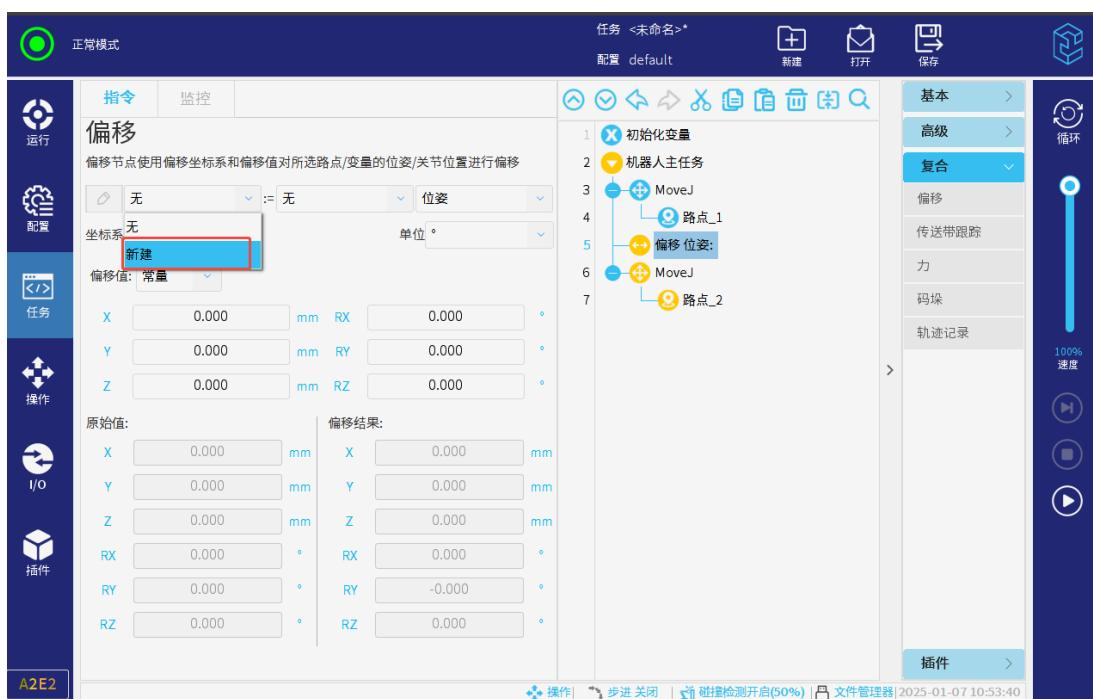

图 3-112: 新建任务变量
- 若需新建任务变量，则点击首行第一个下拉框，选择“新建”，即可新建任务变量，如图 3-112 所示。